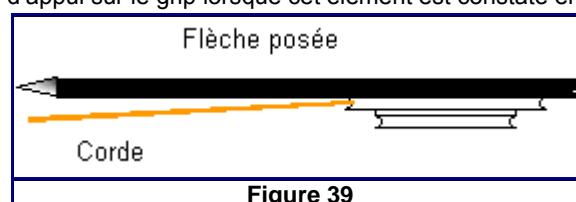

Figure 39
- Cette vérification se fait en statique et en tension sous bandoir-tiller, il suffit d'appliquer une flèche droite **contre la joue des poulies** et de vérifier le **parallélisme** de cette flèche avec la **corde**, les origines et les rectifications sont les mêmes que pour les torsions des branches avec en plus un positionnement excentré de la zone d'appui sur le grip lorsque cet élément est constaté en position de tir. (Figure 39)